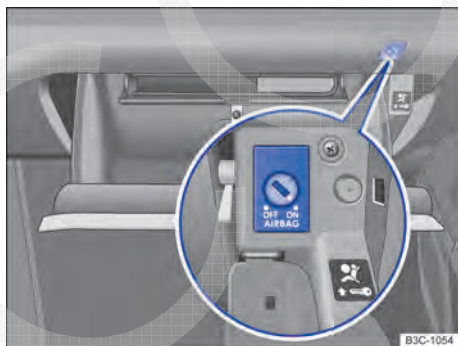

Fig. 82 No porta-objetos: interruptor acionado pela chave para desligar e ligar o airbag frontal do passageiro.
- Colocar a chave de emergência no interruptor acionado pela chave no porta-objetos ⇒ Fig. 82 até a segunda resistência. Então, a chave de emergência é inserida em aproximadamente 3/4 no interruptor acionado pela chave ⇒ ⓪.
- Colocar a chave de emergência no interruptor acionado pela chave no porta-objetos ⇒ Fig. 82 até a segunda resistência. Então, a chave de emergência é inserida em aproximadamente 3/4 no interruptor acionado pela chave ⇒ .